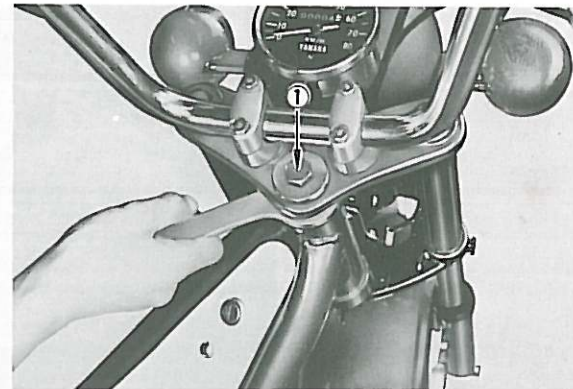

Fig. 2-4-9
- If steering head needs adjustment, loosen steering fitting bolt. (Fig. 2-4-9)
- Using steering nut wrench, adjust steering head fitting nut until steering head is tight without binding when forks are turned. (Fig. 2-4-9)
- Si la tête de fourche a besoin d'un réglage, desserrer le boulon de tige de direction. (Fig. 2-4-9)
- A l'aide de la clé pour écrou de direction, resserrer l'écrou de tête de fourche de manière à éliminer le jeu inutile sans toutefois entraver le pivotement de la fourche. (Fig. 2-4-9)
- Wenn der Lenkerkopf eingestellt werden muß, so ist zuerst die Lenkungsbefestigungsschraube zu lösen. (Fig. 2-4-9)
- Die Lenkerkopfmutter mit dem Spezialschlüssel so einstellen, daß der Lenkerkopf spielfrei ist, die Gabel sich jedoch ohne zu klemmen drehen läßt. (Fig. 2-4-9)